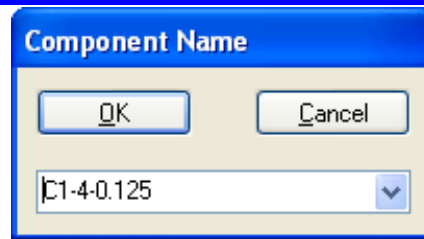

Рисунок 3.38 - Запись созданного библиотечного компонента в библиотеку
- Выполнить команды **Component/Save** и, нажав на кнопку **OK**, записать созданный библиотечный элемент в библиотеку под именем **C1-4-0.125** (рис. 3.38).